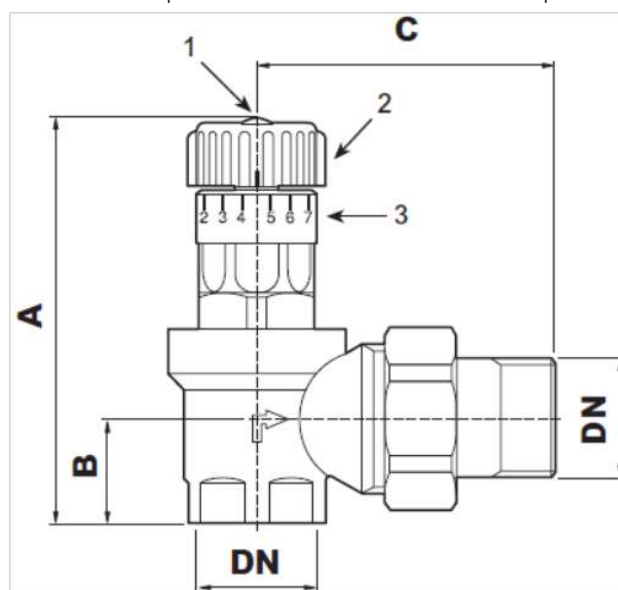

fig. 83 -
- Allentare la vite di bloccaggio della manopola (1) (vedi "fig. 83 -").
- Tarare la valvola alla pressione differenziale di apertura ΔP girando la manopola (2) (vedi "fig. 83 -").
- A taratura avvenuta riavvitare la vite di fissaggio(1) (vedi "fig. 83 -").